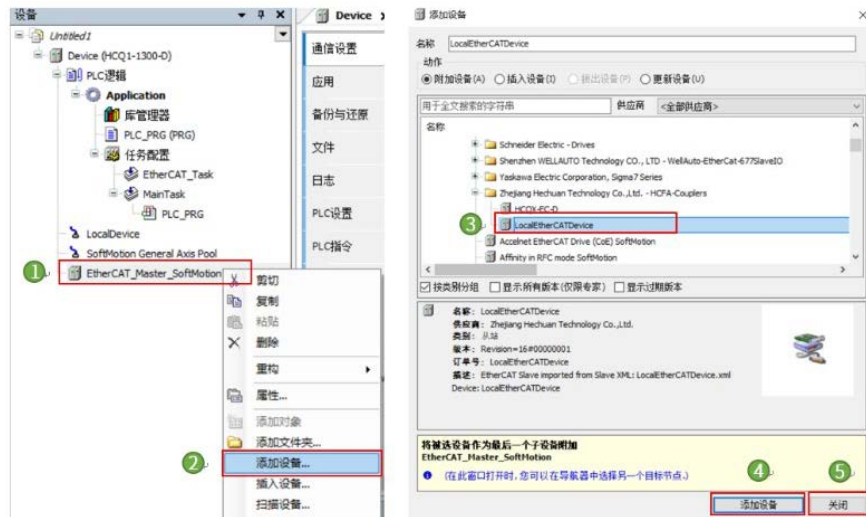

图 13-8 添加 LocalEtherCATDevice
2. 右击上步添加的【EtherCAT_Master_SoftMotionm】，选择【添加设备】。在弹出的页面中选择【LocalEtherCATDevice】，点击【添加设备】，添加完成后点击【关闭】，如图 13-8 所示